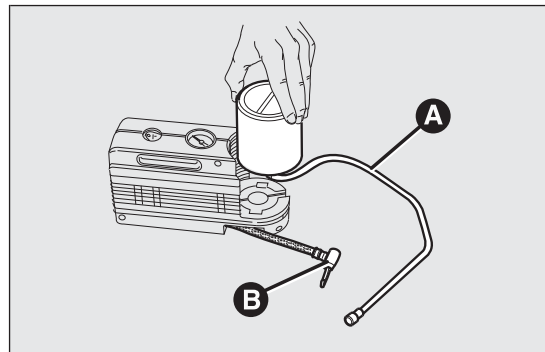

fig. 133
- ☐ desacoplar el acoplamiento B fig. 133;